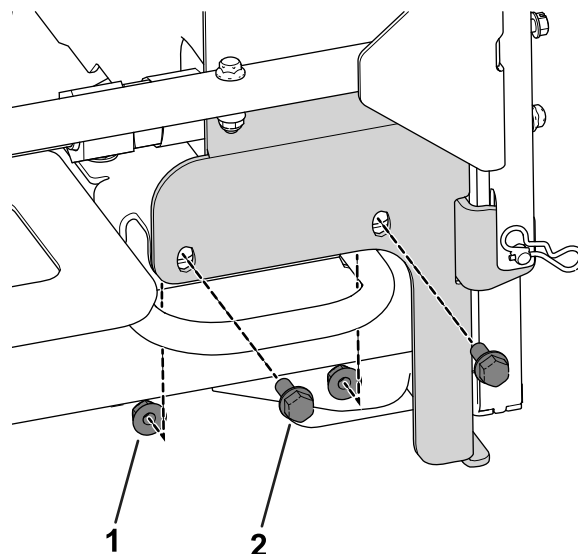

Figura 7
A. Rimuovete i dispositivi di fissaggio esistenti da entrambi i lati del telaio del radiatore accanto alla guida del telaio della macchina (Figura 7).